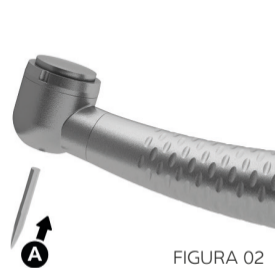

FIGURA 02
1. Encaixar a broca (A) no furo da pinça (FIGURA 02).